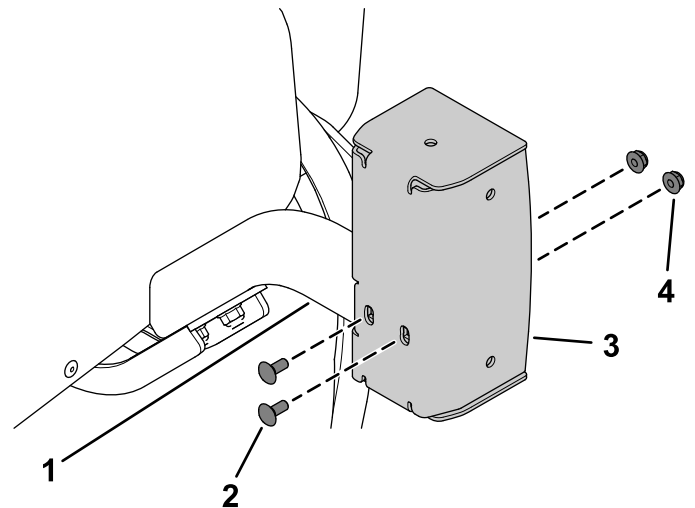

Figure 25
4. Fixez le boîtier d'éclairage gauche et le boîtier d'éclairage droit aux supports courts gauche et droit à l'aide de 4 boulons de carrosserie ($\frac{1}{4}$ x $\frac{5}{8}$ po) et 4 contre-écrous ($\frac{1}{4}$ po), comme montré à la Figure 25.